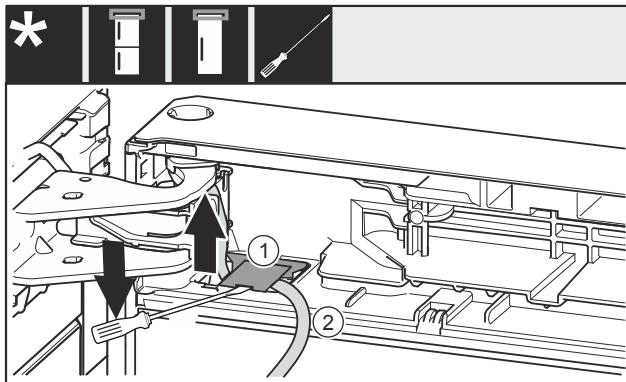

Fig. 10
- ▶ 使用带槽螺丝刀抬起盖板 Fig. 10 (1), 并将其拉出。
- ▶ 拉出电缆 Fig. 10 (2)。